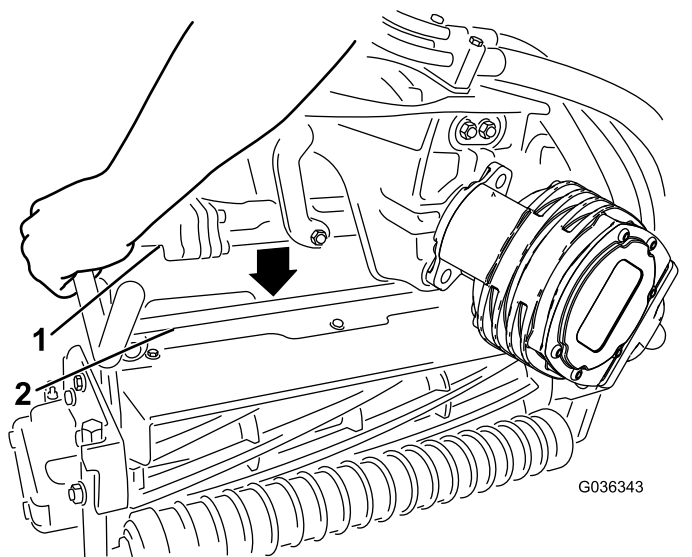

Figura 55
6. Cubra el eje acanalado del motor de la unidad de corte con grasa limpia (Figura 55).
7. Introduzca el motor en el lado izquierdo de la unidad de corte (visto desde el puesto del operador) y tire de la barra de retención del motor en la unidad de corte hacia el motor hasta que oiga un “clic” en ambos lados del motor (Figura 55).